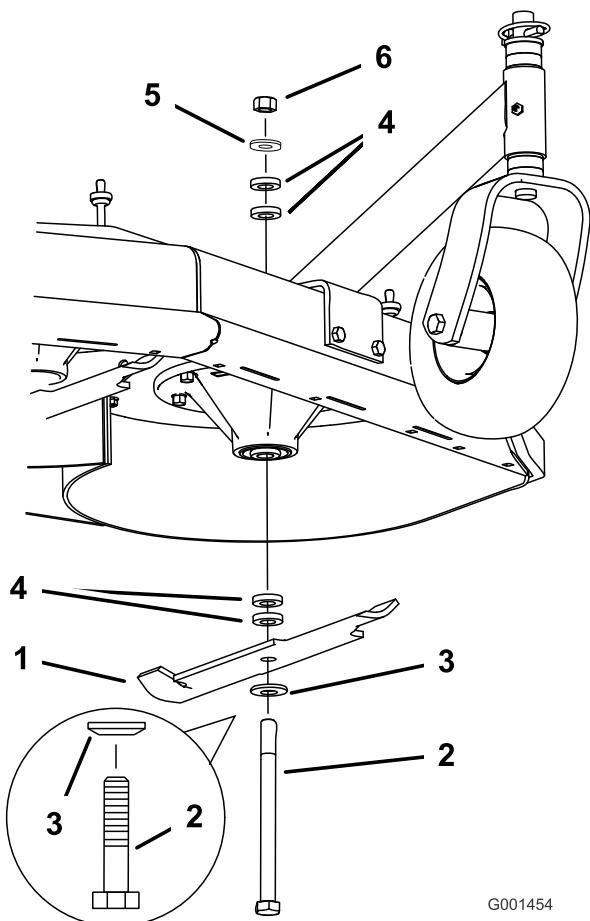

Figura 62
2. Retire la tuerca, el perno de la cuchilla, la arandela curva, la cuchilla, los espaciadores, y la arandela fina del eje (Figura 62).
1. Instale el perno, la arandela curva y la cuchilla. Seleccione el número correcto de espaciadores para la altura de corte deseada, y deslice el perno dentro del eje (Figura 62).
2. Instale los espaciadores restantes, en su caso, y sujetelos con una arandela fina y una tuerca (Figura 62).